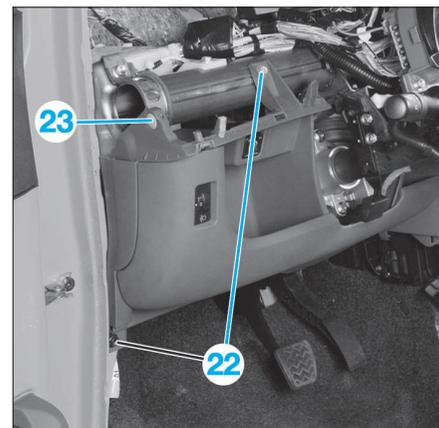

FIG. 61
- Déposer les vis de fixation (22) et agrafes (23) (Fig.61, 62 et 63).